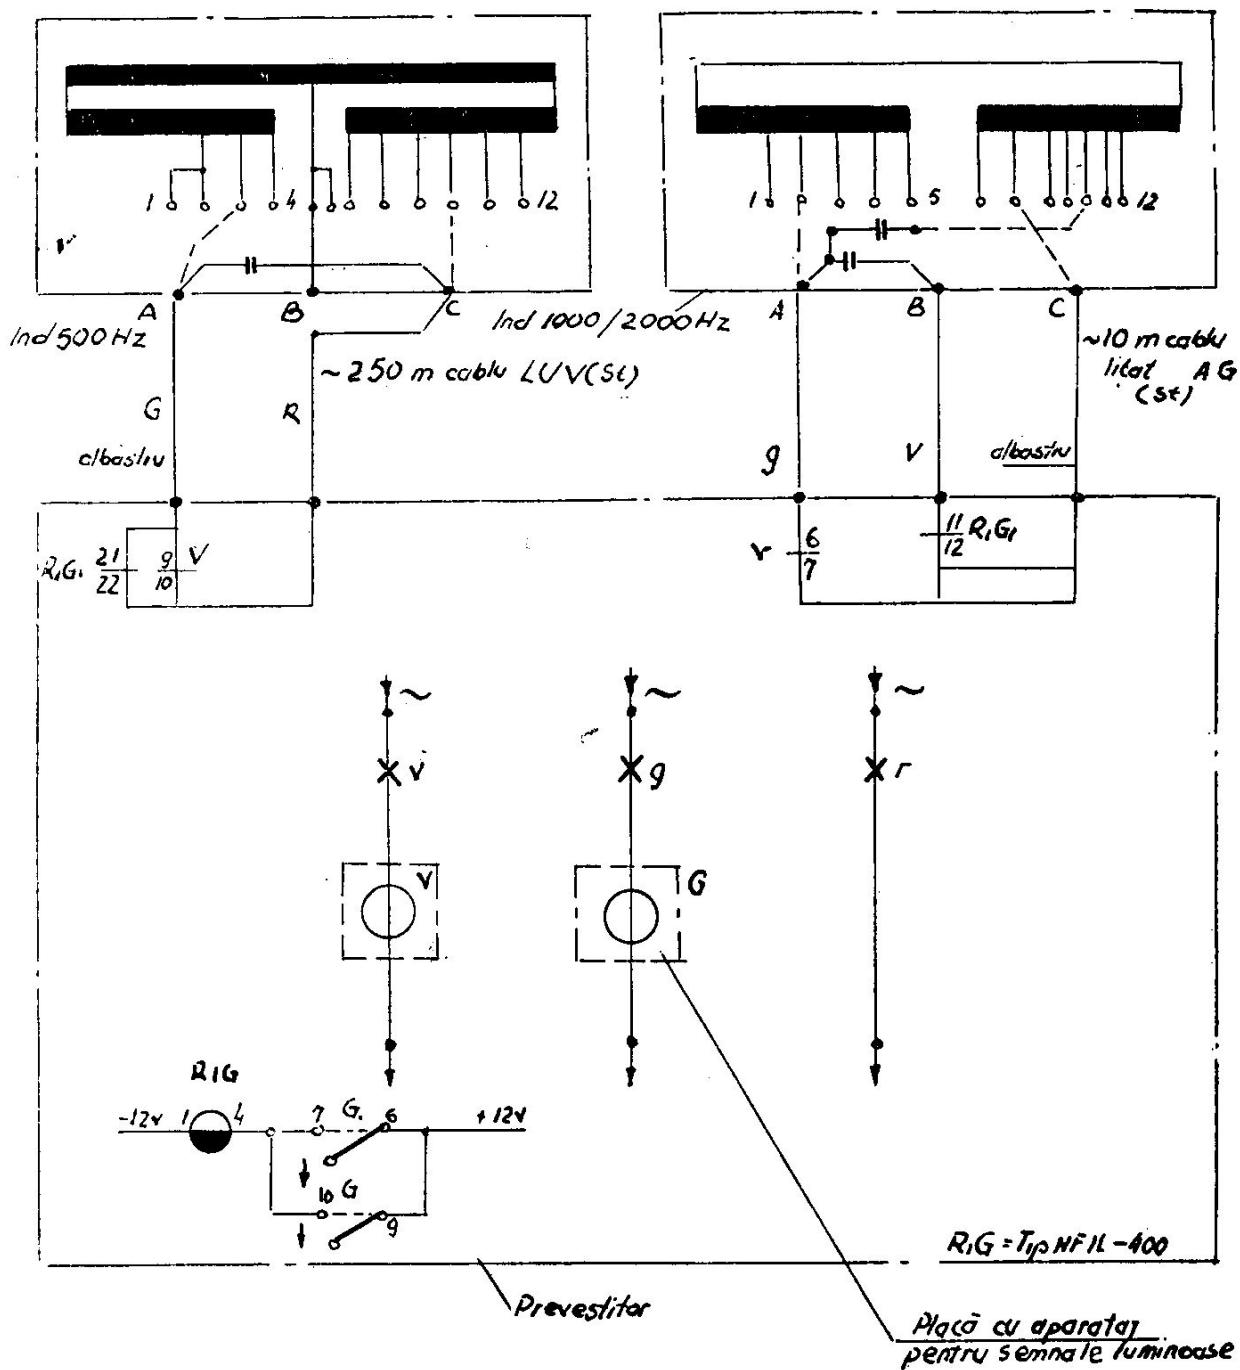

Fig. 53 Schema electrică și conectarea la semnalul prevestitor pe secții cu B.L.A.
c) *Semnalul prevestitor pe secții cu B.L.A. în curent alternativ de 75 Hz echipat cu inductoare de cale de 1 000/2 000 Hz și de 500 Hz (fig. 53).*